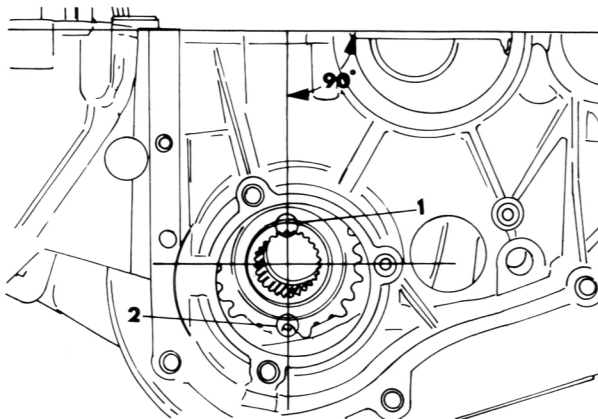

Bild 111
- Das Abtriebskettenrad so stellen, dass die Indexmarke auf dem Kettenrad um 90° von der Dichtungsfläche des Kurbelgehäuses versetzt ist und die Kreismarke auf dem Abtriebskettenrad nach unten weist (Bild 111).